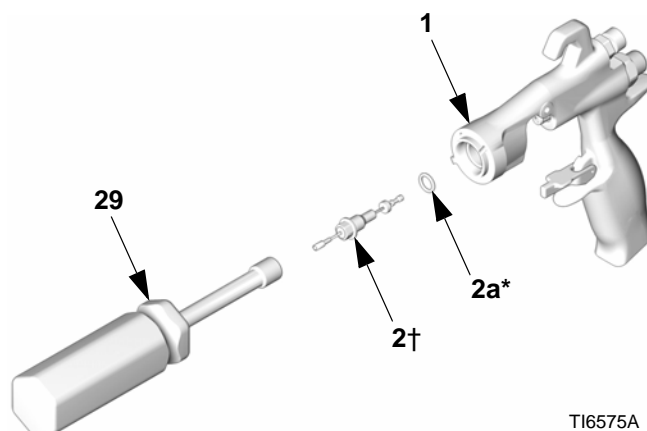
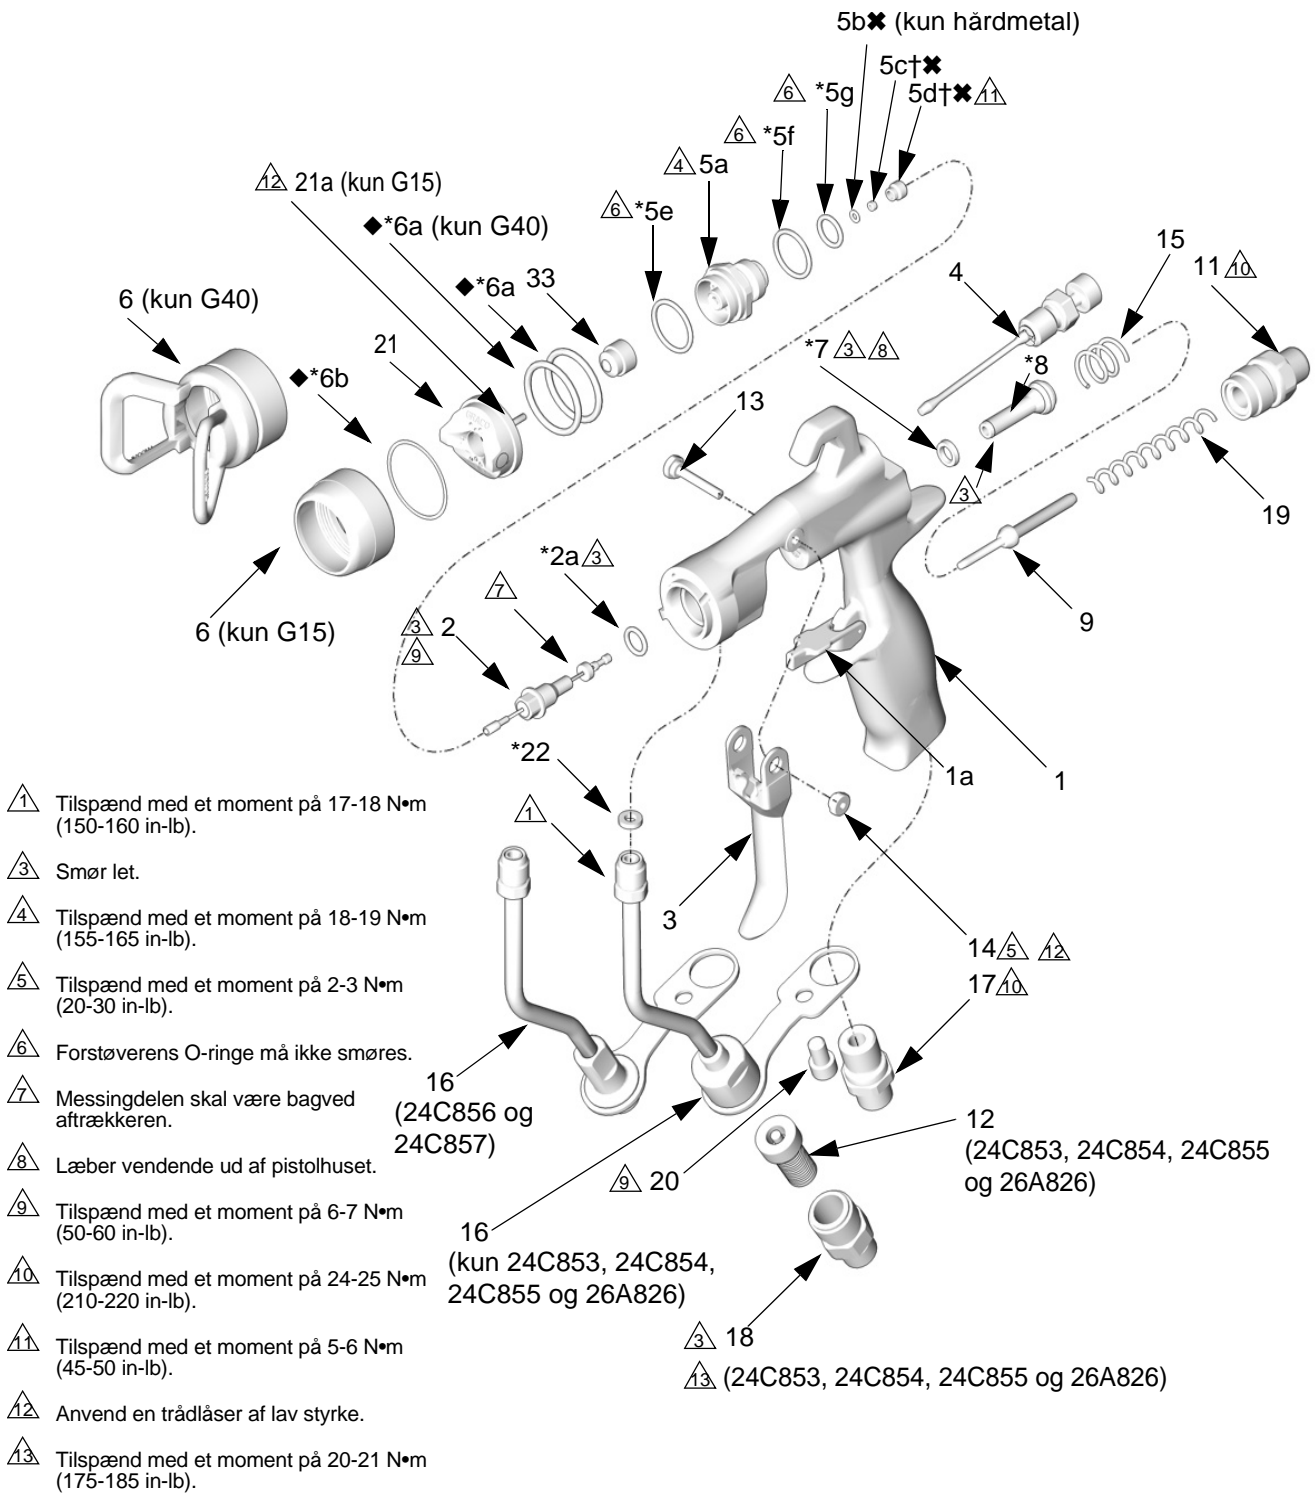

FIG. 42
FIG. 43
1. Sæt rørpakningen (22\*) i pistolen. Spænd væske-slangeforbindelsen (C) i pistolens væskeindtag med fingrene. Tilspænd luftindtagsfittingen (17) og skruen (20) med fingrene. Tilspænd væskeslange-forbindelsen med et moment på 17-18 N•m (150-160 in-lb). Tilspænd luftindtagsfittingen med et moment på 24-25 N•m (210-220 in-lb). Tilspænd væskeslangebeslagskruen med et moment på 6-7 N•m (50-60 in-lb). Se FIG. 43.
2. Montér det indbyggede væskefilter (12) i bunden af væskerøret. Skru væskeindtagsfittingen (18) ind i bunden af røret. Tilspænd med et moment på 20-21 N•m (175-185 in-lb). Se FIG. 43.
4. Smør forenden af luftventilsamlingen (8\*). Skyd forsigtigt luftventilsamlingen ind i bagsiden af pistolen, idet den passerer så langt så muligt gennem U-skålen (7\*). Vær omhyggelig, så U-skålen ikke beskadiges. Se FIG. 43.
5. Indfør forsigtigt den tynde ende af akslen (9) i luftventilen (8\*).
6. Montér de 2 fjedre (15 og 19). Skru fjederhætten (11) ind i pistolhusets bagstykke. Tilspænd med et moment på 24-25 N•m (210-220 in-lb).
7. Nålesamlingen, O-ringene og akslen smøres let på det sted, hvor pakningen glider. Sørg for, at O-ringen (2a\*) er på plads i pistolhuset (1).
8. Sæt væskesnålesamlingen (2) ind i forsiden af pistolen. Brug spændenøglen (29) til at skrue væskesnålesamlingen ind i pistolhuset (1), og tilspænd med et moment på 6-7 N•m (50-60 in-lb). Se FIG. 42.
9. Montér aftrækkeren (3), drejestiften (13) og møtrikken (14). Anvend et gevindtætningsmiddel af lav styrke, og sørg for, at væskesnålesamlingens (2) messingstykke er bag ved aftrækkeren. Se FIG. 43. Smør begge sider af drejestiften, hvor aftrækkeren er i kontakt med stiften, og smør knasten på hver side af pistolen, hvor aftrækkeren er i kontakt med pistolhuset. Tilspænd møtrikken med et moment på 2-3 N•m (20-30 in-lb).
10. Aktivér pistolen for at trække nålekuglen tilbage, mens forstøversamlingen (5) skrues ind i pistolhuset (1) med pistolværktøjet (30). Tilspænd med et moment på 18-19 N•m (155-165 in-lb). Ved korrekt tilspænding går flangen ud gennem bunden af pistolen.
11. Montér holderingen (6), lufthætten (21) og sprøjtedysen (33).